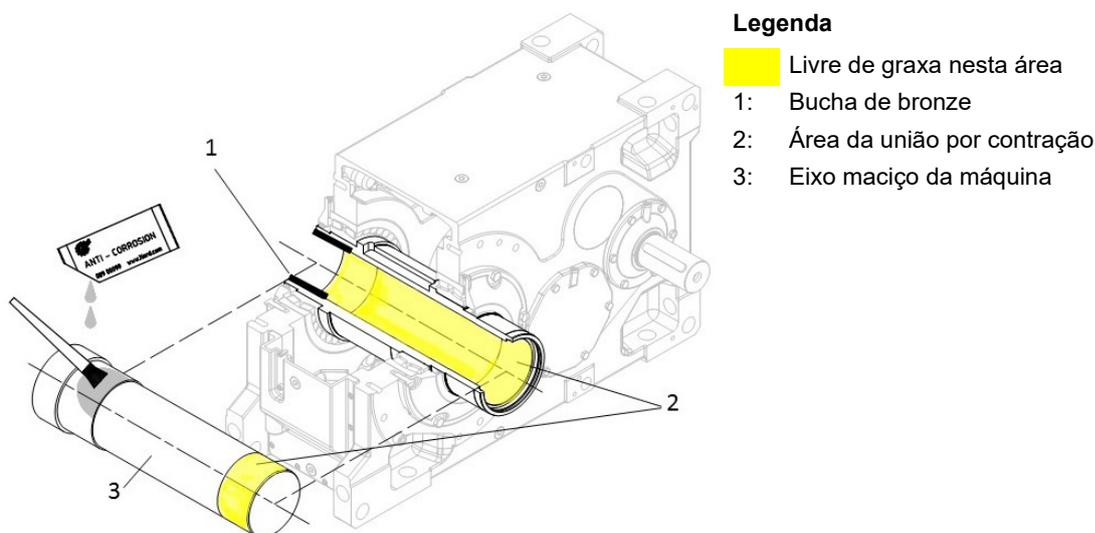

Figura 14: Montagem do eixo maciço da máquina com eixos ocros especiais com disco de contração
4. Em caso de eixo oco especial com bucha de bronze, engraxe o eixo maciço da máquina na área que posteriormente terá contato com a luva no eixo oco (Figura 14). Não engraxe a bucha de bronze. O assento de fixação do disco de contração obrigatoriamente deve ser mantido livre de graxa.